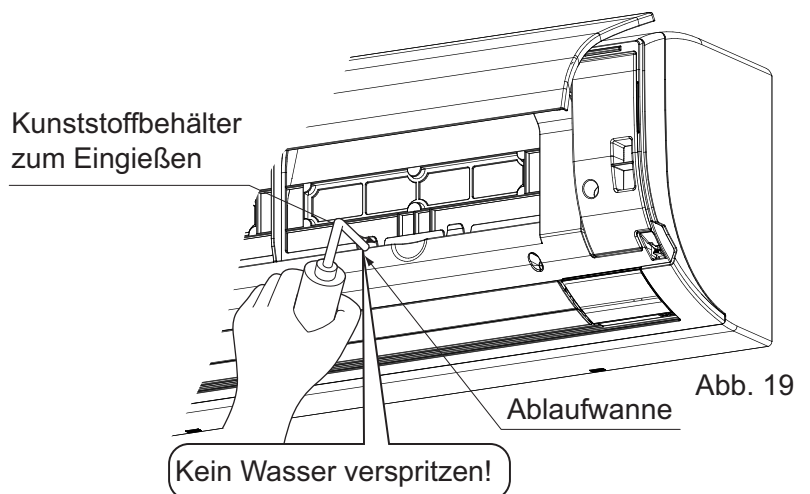

Abb. 19
(2) Überzeugen Sie sich, dass der Ablauf gut funktioniert.
- Führen Sie nach dem Abschluss aller Ablaufarbeiten einen Ablauftest durch, indem Sie die Frontplatte öffnen, **den Luftfilter abnehmen**, etwas Wasser in das Ablaufbecken gießen und sich davon überzeugen, dass das Wasser gleichmäßig aus dem Schlauch herausfließt. **(Siehe Abb. 19)**